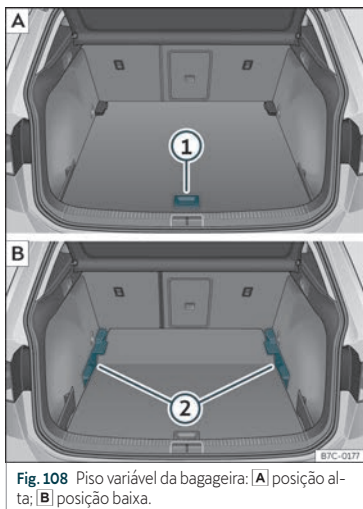

Fig. 108 Piso variável da bagageira: [A] posição alta; [B] posição baixa.
- Para passar da posição baixa para a alta, levante o piso pela pega »» **Fig. 108** ①, puxe-o para trás até que a parte dianteira do piso baixe totalmente os suportes ②.
- Desloque o piso sobre estes para a frente até que chegue ao limite no encosto dos bancos traseiros e, de seguida, baixe o piso com a peça ①.
- Para passar da posição alta para a baixa, levante o piso pela pega »» **Fig. 108** ①, puxe-o para trás até que a parte dianteira do piso baixe totalmente os suportes ②.
- Deixe cair a parte anterior contra o piso e empurre o piso para a frente até que atinja o limite no encosto dos bancos traseiros, baixando ao mesmo tempo o piso com a pega ①.
- Com o piso variável na posição alta, levante pela pega »» **Fig. 108** ①, puxe-o e empurre para o encosto dos bancos traseiros até que o piso dobre pela linha da dobradiça e a parte móvel do piso assente sobre o mesmo.
- Para passar da posição alta para a baixa, levante o piso variável pela pega »» **Fig. 108** ① e rebata-o para trás um pouco.
- Empurre o piso variável para os bancos traseiro rebatidos com a pega ① fazendo um pouco de pressão para baixo para que a parte móvel do piso encoste os encostos aos bancos traseiros.